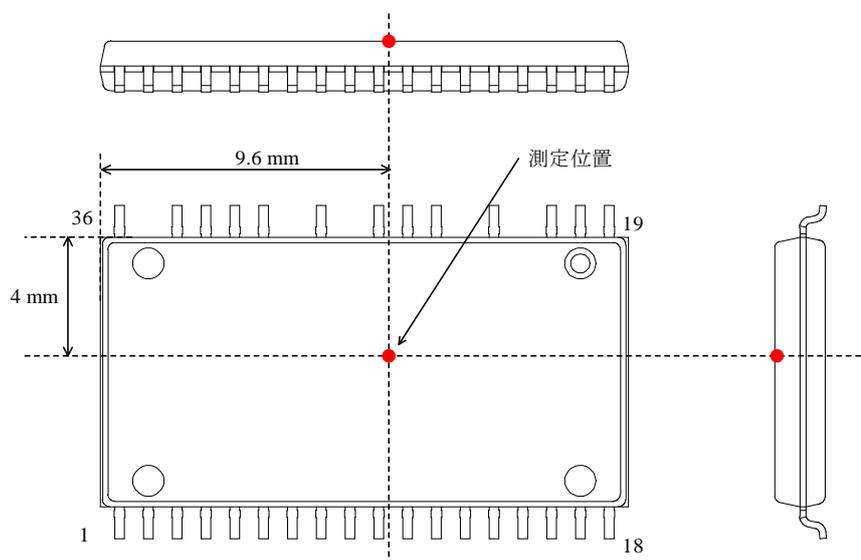

図 3-2 ケース温度測定位置
(1) ケース温度は図 3-2 で規定
(2) 基板実装時 (1.6 mm、銅箔 35  $\mu\text{m}$ 、CEM-3、モールドなし、自然空冷)